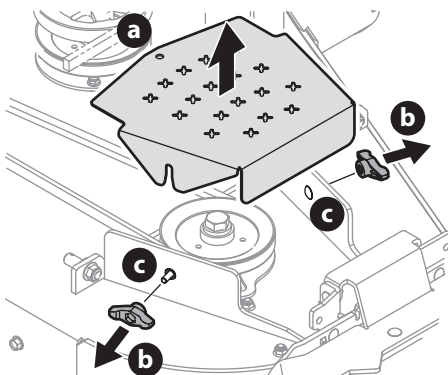

Figure 53
- Pour retirer les couvercles de courroie (a), retirez les boutons à ailettes (b) des vis du chariot (c) qui les fixent au plateau de coupe (Figure 53).
- L'écrou de vitesse doit maintenir la vis du chariot (c) et le boulon de fixation en place, si ce n'est pas le cas, réinstallez-les (Figure 53).